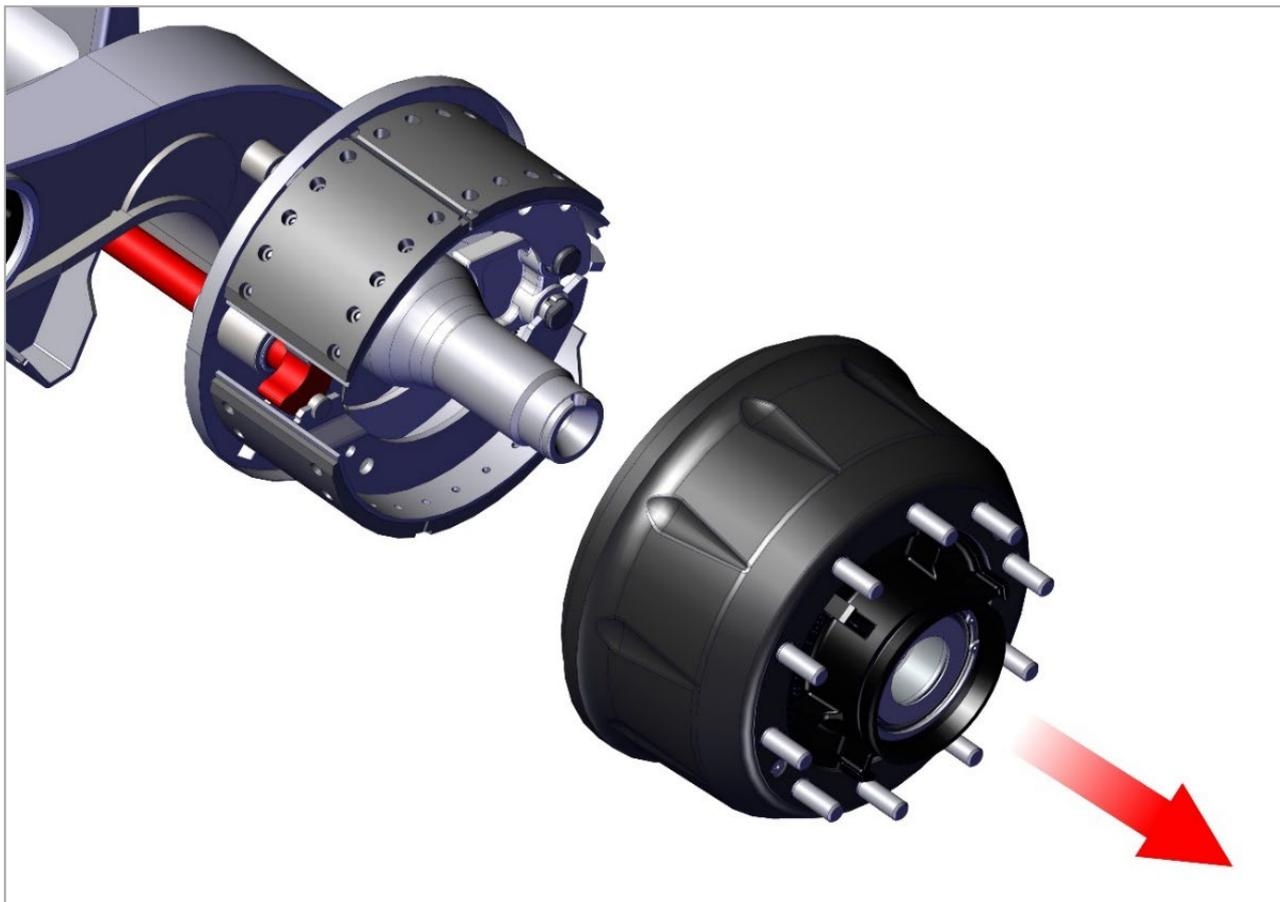

Рис. 19. Снятие сборочного узла ступицы и барабана.
4) Извлеките сборочный узел ступицы и барабана. Категорически запрещается снимать барабан, не сняв предварительно колесо (рис. 19);